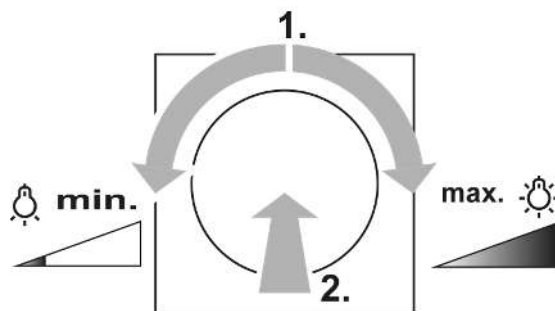

рисунок 2: Включение света с минимальной или максимальной яркостью
- Поворот установочной кнопки на четверть оборота и кратковременное нажатие: включение света с минимальной или максимальной яркостью (см. рисунок 2).